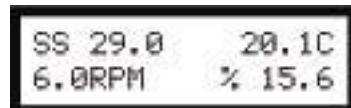

Figure II.10
Le premier appui sur la touche SELECT DISPLAY affiche la contrainte de cisaillement (SS) en Dynes/ cm2 (ou Newtons/m2). Voir figure II.10 :